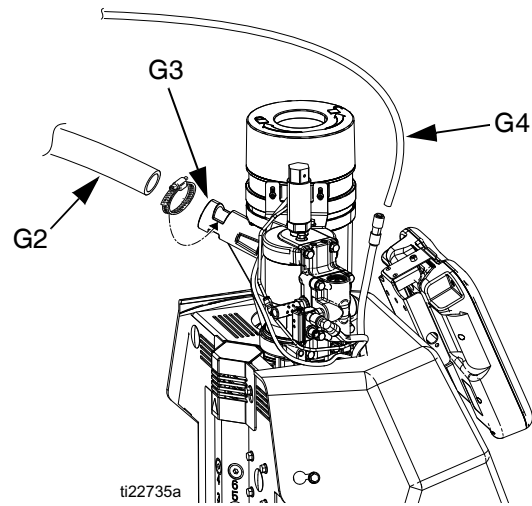

図 8
4. 1.3 インチ (33 mm) の OD クリア真空移送ホース (G2) を真空移送ファネル (G3) インレットに挿入して、供給されたホースクランプで固定します。ホースクランプはファネルインレットの切り込みの上に配置し、移送ホースをしっかりと固定できます。図 8 のように設置します。
5. 供給された長い 3/8 インチの OD エアライン (G4) を、システムのエアラインの 3/8 インチの押し当て接続する金具に接続します。図 8 のように設置します。